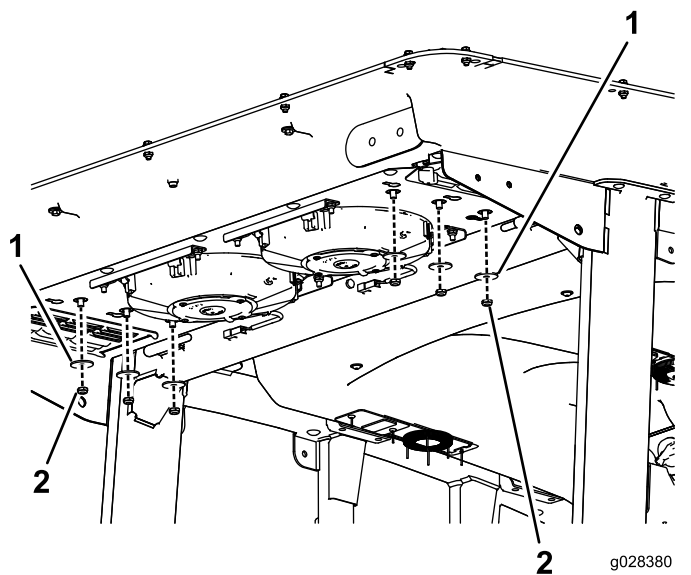

Figura 136
2. Retire as seis porcas e anilhas da parte inferior da traseira da cabina (**Figura 136**).